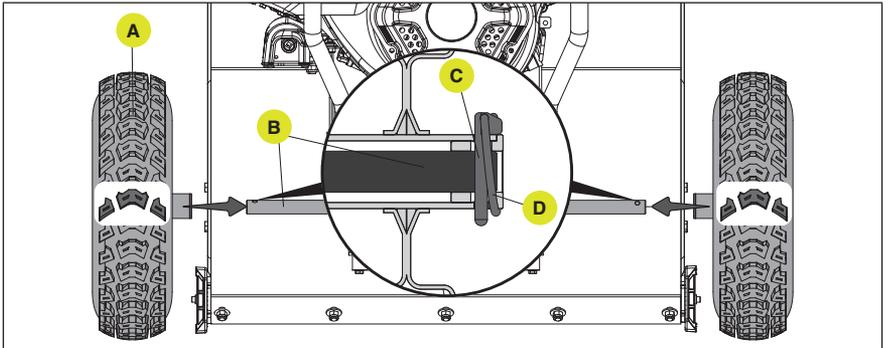

Figure 4
Glissez la roue (A) sur l'essieu (B) comme montré par la flèche. Placez l'axe d'essieu (C) sur la roue. L'essieu possède un trou central pour fixer la roue à l'essieu (ce qui la relie à la transmission). Une fois inséré, pliez l'anneau (D) autour de l'essieu pour le maintenir en place (Fig. 4).